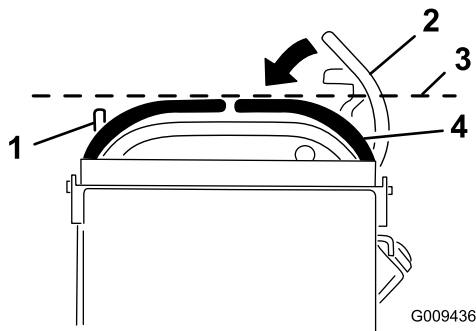

Figura 67
3. Empuje la palanca de control de movimiento de la derecha hacia abajo, sacándola de la posición de bloqueo/punto muerto (Figura 67).
4. Compruebe su alineación horizontal con la palanca de control de movimiento izquierda (Figura 67).